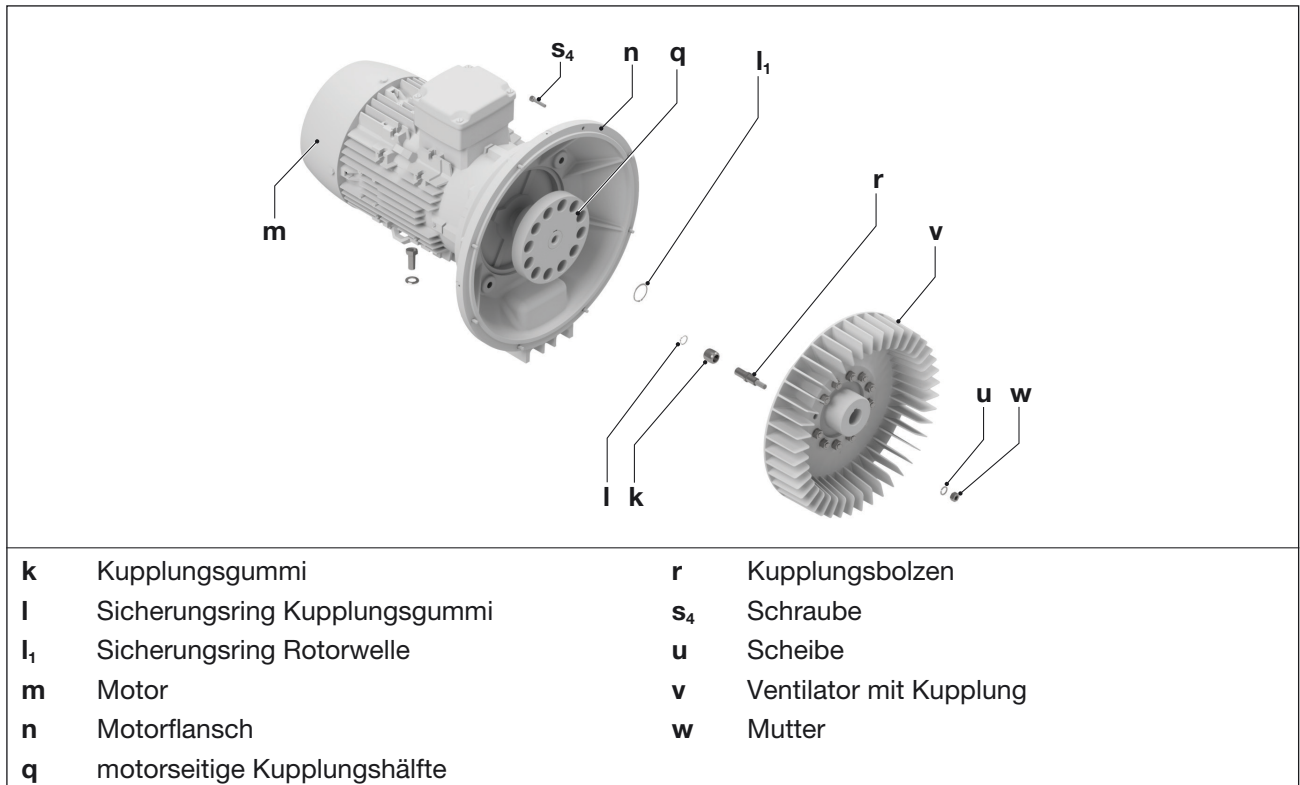

Abb. 11 Kupplung
Die Kupplungsgummis (Abb. 11/k) unterliegen einem Verschleiß und müssen regelmäßig (mindestens 1 x pro Jahr) überprüft werden. Verschlissene Kupplungsgummis machen sich durch ein schlagendes Geräusch beim Anlauf der Pumpe bemerkbar.
- Die Schrauben (Abb. 11/s4) am Motorflansch (Abb. 11/n) lösen.
- Den Motor mit motorseitiger Kupplungshälfte (Abb. 11/q) vom Motorflansch (Abb. 11/n) axial abziehen und mittels Hebezeug aufhängen.
- Die Kupplungsgummis (Abb. 11/k) auf Beschädigung und Verschleiß prüfen. Beschädigte Kupplungsgummis austauschen.
Dazu erst die Sicherungsringe (Abb. 11/l1) und danach die Kupplungsgummis (Abb. 11/k) vom Kupplungsbolzen (Abb. 11/r) abziehen. Den Distanzring (Abb. 11/p) nicht abnehmen.
Dazu den Sicherungsring (Abb. 11/l1) abnehmen. Den Ventilator mit Kupplung (Abb. 11/v) von der Rotorwelle abziehen. Die Muttern (Abb. 11/w) mit Scheiben (Abb. 11/u) lösen. Die Kupplungsbolzen austauschen und wieder mit den Muttern und Scheiben am Ventilator befestigen.
- Ventilator mit Kupplung (Abb. 11/v) wieder auf die Rotorwelle aufschieben und mit dem Sicherungsring (Abb. 11/l1) sichern.
- Die neuen Kupplungsgummis (Abb. 11/k) auf die Kupplungsbolzen (Abb. 11/r) aufschieben. Anschließend die Sicherungsringe (Abb. 11/l1) anbringen.
- Den Motor mit motorseitige Kupplungshälfte wieder axial aufschieben und mit den Schrauben (Abb. 11/s4) am Motorflansch (Abb. 11/n) befestigen. Anzugsmoment: 25 Nm